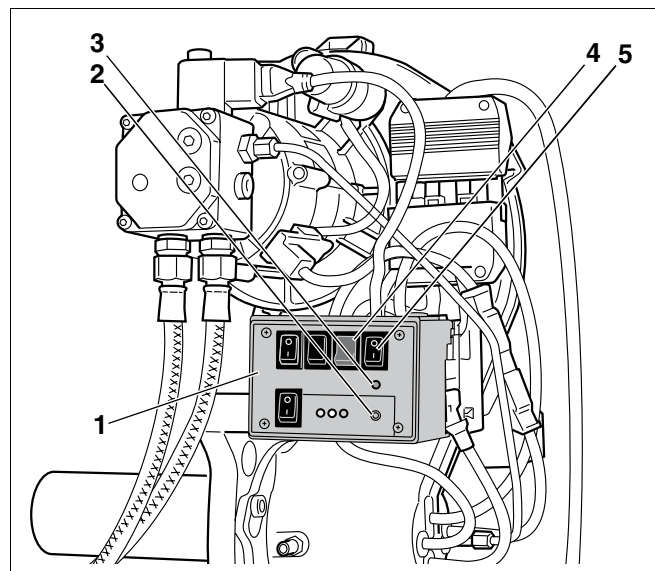

Fig. 15 Aerisirea conductei de combustibil lichid cu ajutorul dispozitivului de verificare al arzătorului
- Dispozitivul de verificare al arzătorului (Fig. 15, **Poz. 1**; accesorii) – când absorbția combustibilului lichid trebuie să aibă loc prin pompa de combustibil lichid anexată arzătorului.
În continuare este descrisă aerisirea conductei de combustibil lichid cu ajutorul dispozitivului de verificare al (Fig. 15, **Poz. 1**) arzătorului.
- Se poziționează dispozitivul de verificare al arzătorului (Fig. 15, **Poz. 1**) pe soclul liber.
- Se pornește întrerupătorul de funcționare al aparatului de reglare. LED-ul luminează (roșu) (Fig. 15, **Poz. 2**).
- Se pornește dispozitivul de verificare al arzătorului cu ajutorul întrerupătorului de (Fig. 15, **Poz. 5**) funcționare. Ambele LED-uri luminează (roșu și verde) (Fig. 15, **Poz. 2 și 3**).
- Se pornește întrerupătorul de șuntare a preîncălzitorului de (Fig. 15, **Poz. 4**) combustibil lichid.